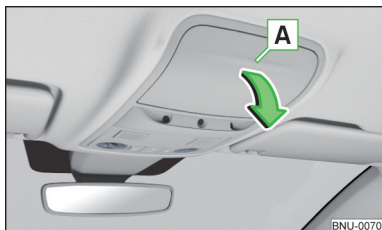

Fig. 108
- ▶ Pentru **deschiderea** sa, apăsați pe capacul compartimentului pentru ochelari în zona . Compartimentul se rabatează în sensul săgeții » fig. 108.